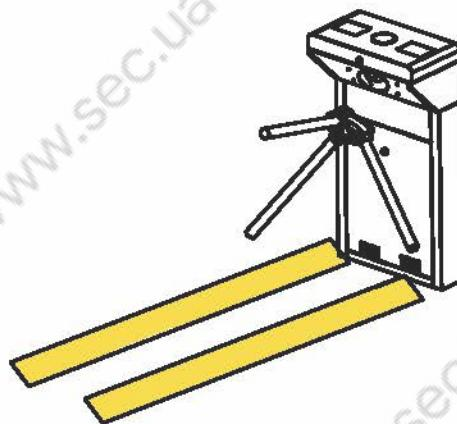

Рис. 3-2
- Нанесите на поверхность пола предупреждающую линию (см. рис. 3-2). Такая линия поможет пользователям оценить необходимое расстояние для считывания карты.